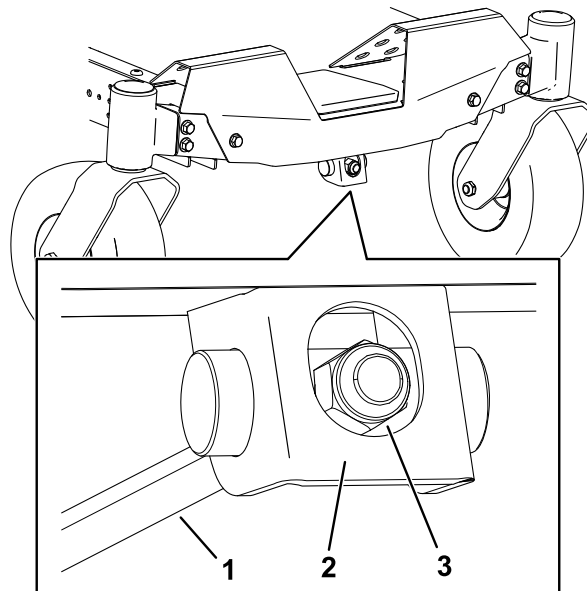

Figure 63
1. Tournez l'écrou de réglage à l'avant du tablier de coupe (**Figure 63**).